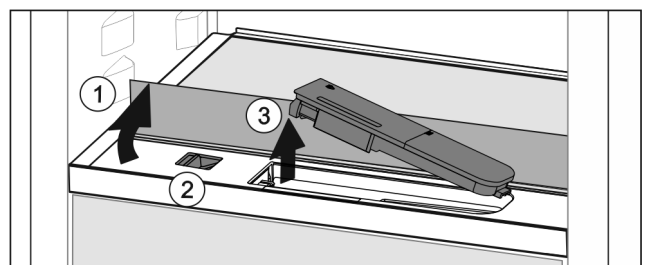

Fig. 48
- ▶ Glasplatte anheben und bis zum Anschlag nach hinten klappen *Fig. 48 (1)*.
- ▶ Schieber *Fig. 48 (2)* nach links schieben.
- ▶ Wassertank entnehmen *Fig. 48 (3)*.